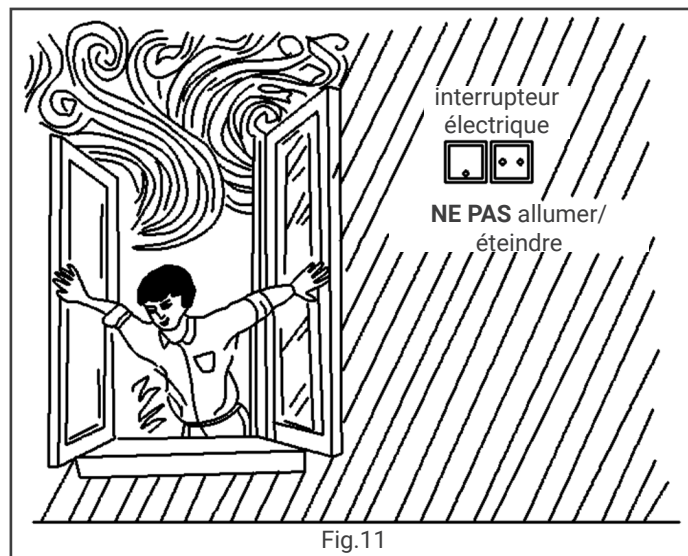

Fig.11
- En cas de fuite de gaz, coupez l'alimentation en gaz et ouvrez immédiatement et doucement les fenêtres. Les actions telles que l'allumage, la mise en marche et l'arrêt de l'alimentation électrique sont strictement interdites pour éviter les explosions et les incendies (Fig.11).